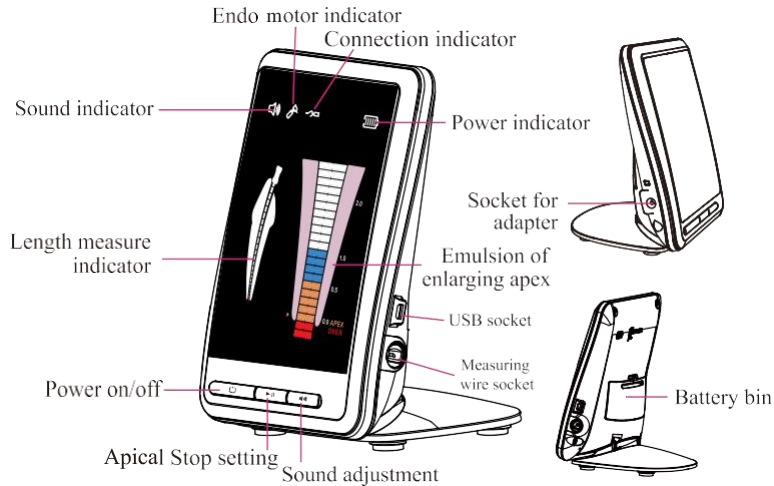

Bild 1
1.4.1 Abbildung der Haupteinheit. (Bild 1)